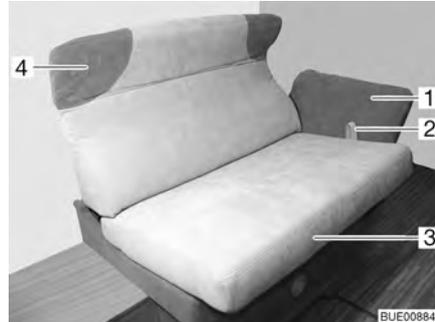

Fig. 84 Regolazione del divano
- Tirare l'asola (Fig. 84,2) verso l'alto e il piano di seduta (Fig. 84,3) sulle guide con cautela verso il centro fino all'arresto.
- Afferrare il cuscino per la nuca (Fig. 84,4) con entrambe le mani e inclinare con cautela verso l'alto o il basso fino alla posizione desiderata.
- Afferrare il bracciolo (Fig. 84,1) con entrambe le mani e inclinare con cautela verso l'alto o il basso fino alla posizione desiderata.